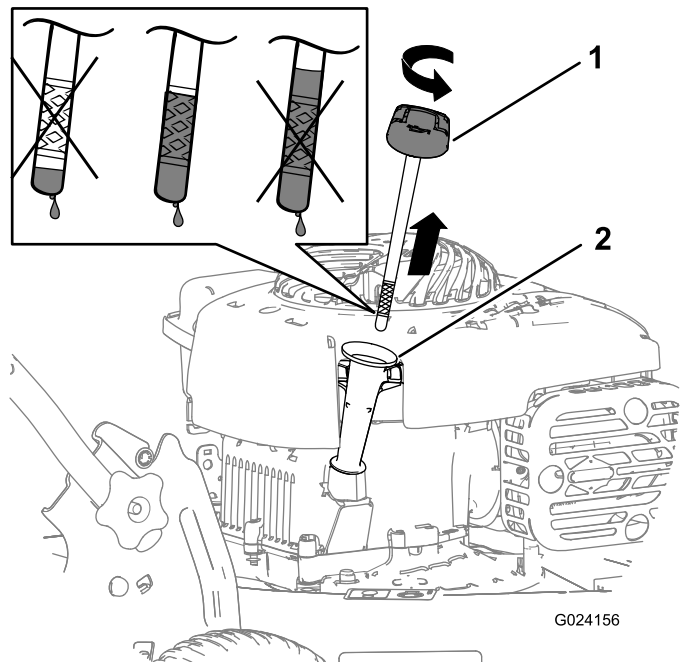

Figura 17
8. Rimuovete l'asta e controllate il livello dell'olio sull'asta (Figura 17).